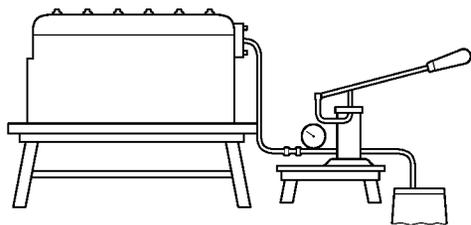

图 2 - 18 气缸体、气缸盖压力试验
① 将被测的铸件安装到专门的试验装置上,如图 2 - 18 所示。